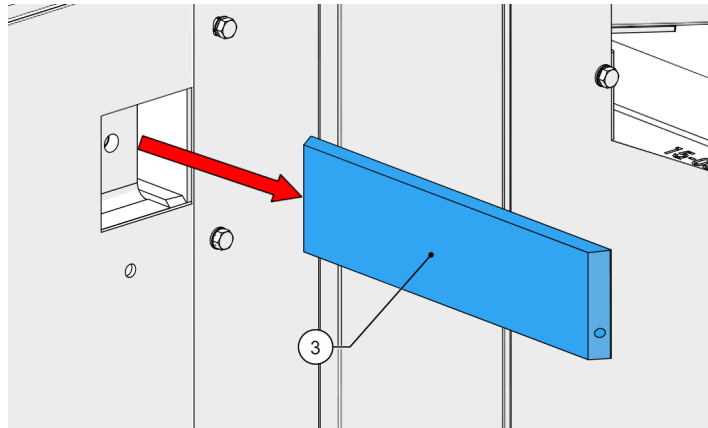

Figure 62 - Enclume retirée
10. À l'aide du marteau à inertie, retirez l'enclume (3, Figure 62) par le côté de la chambre.